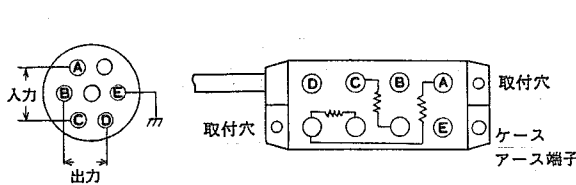

図 12
(1) 設置方法
- 固定する場合には図12に示す取付穴を利用してビス止めします。
(2) ブリッジボックスの結線(5370、5373、5379、5380)
- コネクタの結線は、図12に示すようにピン番号A、Cがブリッジ電源の供給で、B、Dが動ひずみ測定器への入力となります。Eはコモン端子です。